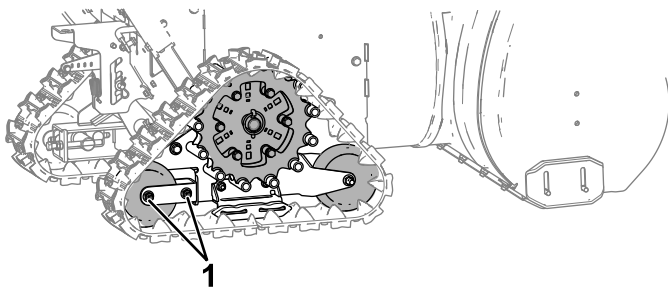

Figure 26
- A. Desserrez légèrement les écrous sur la chape du galet arrière (Figure 26).